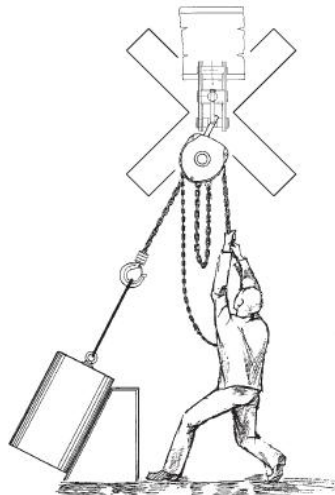

Fig. 2
- Está prohibido aplicar fuerzas de tiro lateral a la pinza (Fig. 2).